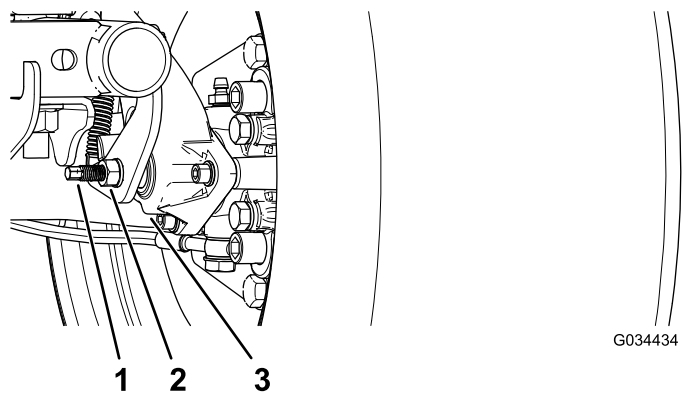

Figura 49
3. Utilizzando 2 chiavi, mantenete fermo il montante di regolazione sulla pinza con una chiave e allentate il controdado di 1/4 di giro con l'altra chiave (Figura 49).
4. Tenendo fermo il montante di regolazione e il controdado, girate il montante di regolazione per serrarlo (Figura 49).
5. Tenendo fermo il montante di regolazione e il controdado, allentate di 1/4 di giro (Figura 49).
6. Tenendo fermo il montante di regolazione e il controdado, serrate il controdado (Figura 49).